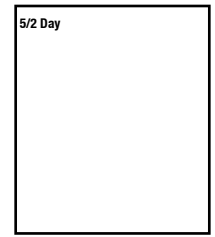

Figure 12
- After accepting the temperature unit, the 5/2 Day or 7 Day symbol will flash. See Figure 12. Press the Up or Down button to select the 5/2 Day or 7 Day icons. Press the Next/Save button once to accept the chosen program.
- Après acceptation du réglage de la température, le symbole 5/2 Day ou 7 Day clignote. Voir la figure 12. Appuyer sur le bouton Haut ou Bas pour sélectionner les icônes 5/2 Day ou 7 Day. Appuyer sur le bouton Next/Save pour accepter le programme choisi.